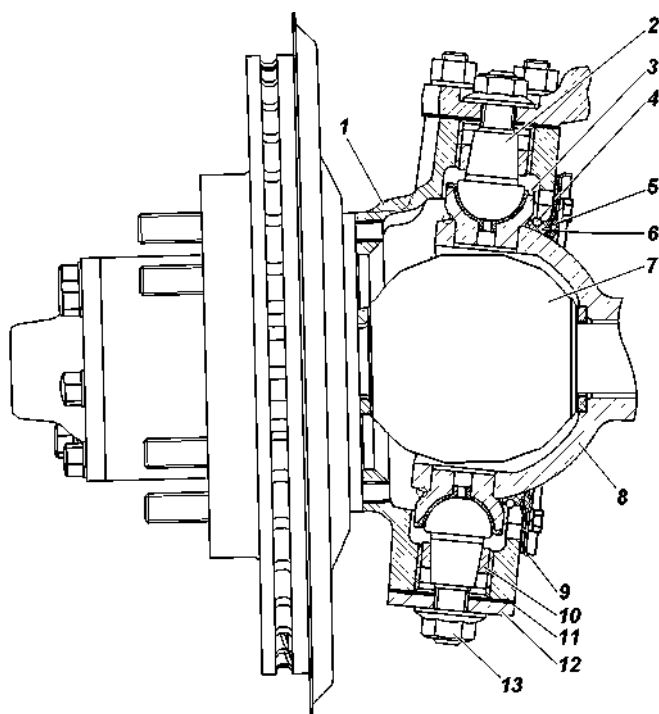

Рис. 9.20. Поворотный кулак и ступица:
**Регулировка затяжки шкворней 2 (рис. 9.20) поворотного кулака закрытого типа** на заводе производится с предварительным натягом вдоль общей оси шкворней.